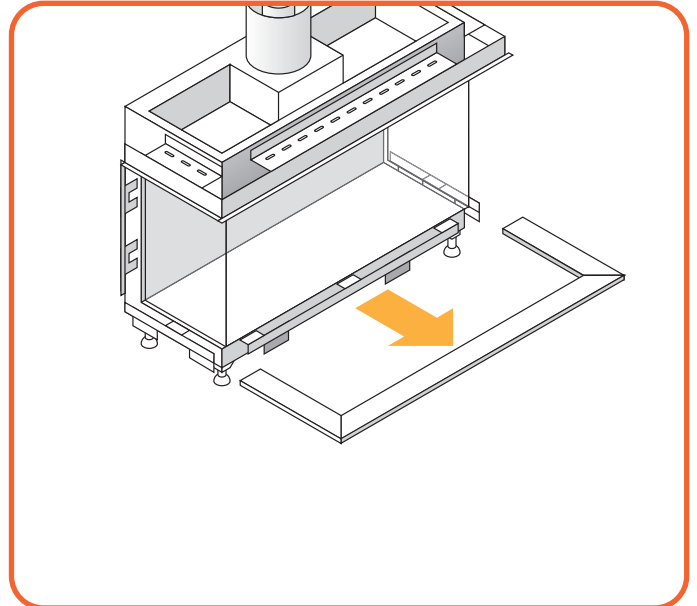

Abb. 9.5 Abneme die untere Verkleidung
- Nehmen Sie die untere Verkleidung ab (Abbildung 9.5).